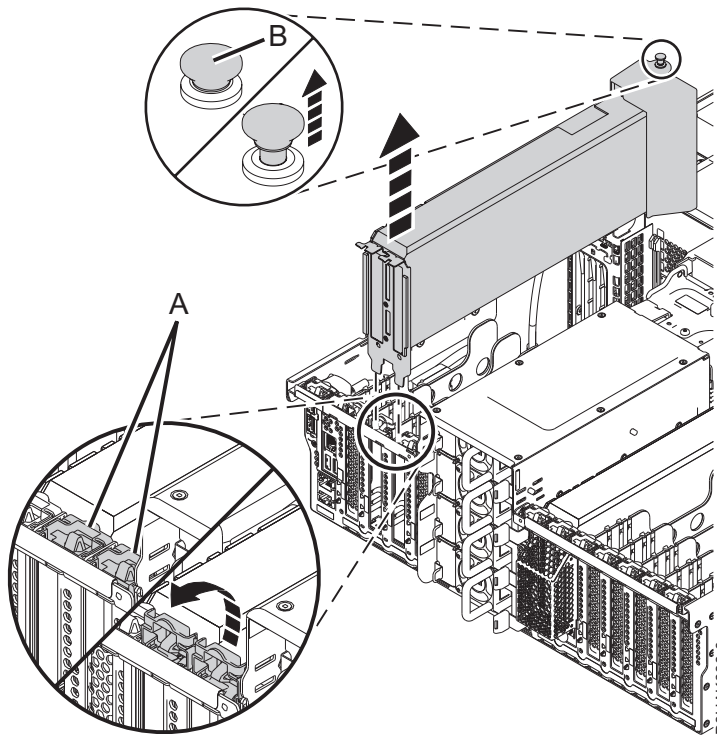

Abbildung 35. PCIe-Adapter (GPU) aus dem System vom Typ 8247-42L ausbauen
- b. Fassen Sie die Kassettenhalterung des Adapters vorsichtig an und ziehen Sie dann den Adapter aus seinem Steckplatz, wie in Abb. 35 auf Seite 42 dargestellt.